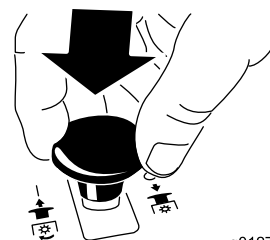

Figura 10
- Empurre o interruptor de controlo da lâmina (PTO) para baixo para posição OFF (Figura 10).